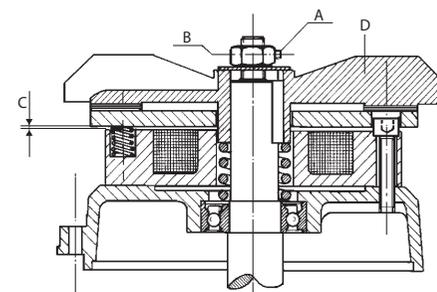

Fig. 3
- réglez l'entrefer en dévissant la vis à tête creuse hexagonale "A" puis en agissant sur l'écrou "B" : la mesure "C" doit être comprise entre 0,4 et 0,6 mm. Pendant le fonctionnement du moteur, le ventilateur "D" doit tourner librement sans frotter sur le disque. Remontez ensuite le capot moteur et revissez les 4 vis, (Fig.3).